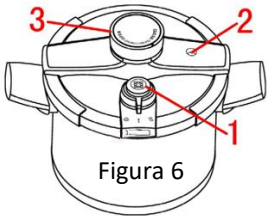

Figura 6
✂ Usando nuestros productos para sentirse a gusto, diseñamos y equipamos múltiples dispositivos para mayor seguridad. (Figura 6)
2. La configuración de varios dispositivos garantiza que la olla a presión funcione normalmente. (Figura 6)